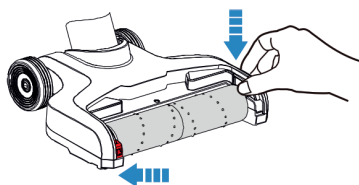

Fig. 10
- Para voltar a colocar, segure a pega e aponte a esquerda à tampa esquerda e a direita à ranhura. A instalação está concluída (Fig. 10).